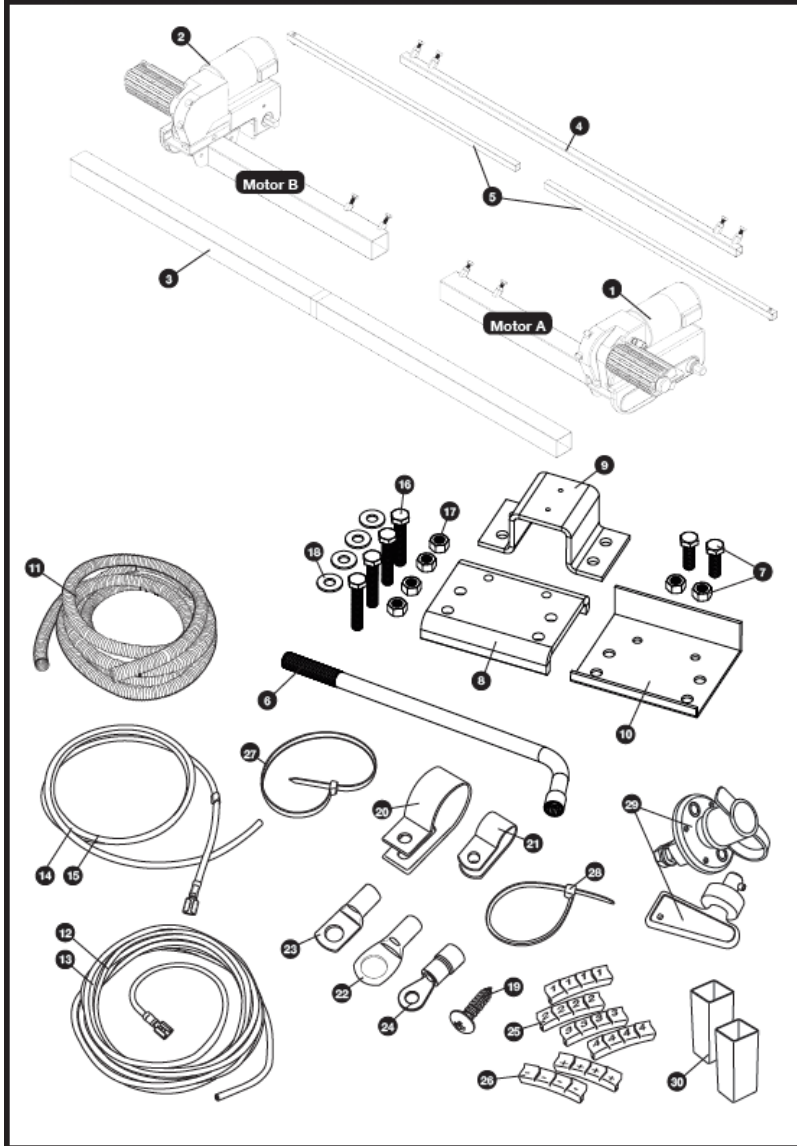

Abb. 1
Montieren Sie die Motorrahmenseite (1), die Motorrahmenseite (2) und den Hauptquerträger (3) lose (siehe Abb.1). Die Muttern (Abb.1.B) zur Befestigung der Querstange dürfen zu
diesem Zeitpunkt nur handfest angezogen sein. Montieren Sie der Querstange durch Einschieben der Betätigungsstangen (5) in die mittlere Betätigungsstange (4) und Befestigung an den Stangen der Motorbaugruppe (Abb. 1.A). Befestigen Sie die Betätigungsstangen mit den mitgelieferten Schrauben und Muttern (bereits an den Betätigungsstangen befestigt) an diesen Stangen. Die Muttern (Abb.1.C) zur Befestigung dürfen in diesem Stadium nur handfest angezogen sein.
Legen Sie die Baugruppe (Abb.1) lose unter den Wohnwagen. Grundsätzlich sollte die Einheit vor den Rädern des Wohnwagens montiert werden. Ist eine Montage in dieser Position nicht möglich, kann sie auch hinter den Rädern montiert werden, indem die gesamte Baugruppe um 180° gedreht wird (Hinweis: Beachten Sie in diesem Fall bei der Verkabelung Ihres Systems den Schaltplan der Hinterachse). Vergewissern Sie sich, dass der Hauptquerträger (3) in der Mitte der Caravan/Rangierhilfe-Baugruppe positioniert ist (die Mitte ist markiert). Stellen Sie die seitliche Position jeder Motorseite so ein, dass sich die Rollen in der Mitte des Reifens oder so nahe wie möglich an der Mitte befinden, und stellen Sie sicher, dass zwischen dem Reifen und dem Getriebe des Rangierhilfe ein Abstand von 10 mm verbleibt (Abb.10).
Wenn Sie mit dem Abstand der Laufrollen zufrieden sind, ziehen Sie die vier Nyloc-Muttern (17) an beiden Klemmbaugruppen (Abb. 14) mit einem Anzugsmoment von 55Nm fest, dann die Schrauben (Abb. 1.B und Abb. 1.C) an jedem motorseitigen Rahmen mit einem Anzugsmoment von 12Nm. Überprüfen Sie erneut den Abstand von 20 mm zwischen den Rollen und den Reifen und lösen Sie gegebenenfalls die Schrauben und justieren Sie die Position der Baugruppe neu. Wenn Sie mit der Position der Baugruppe zufrieden sind, montieren Sie die Chassis-Stopp-Muttern und -Schrauben (7) in jeder der oberen Klassischen-Klemm-Platten (8) und ziehen sie